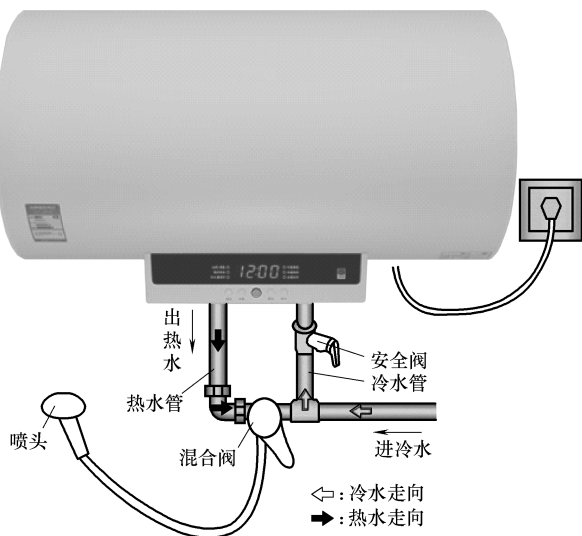
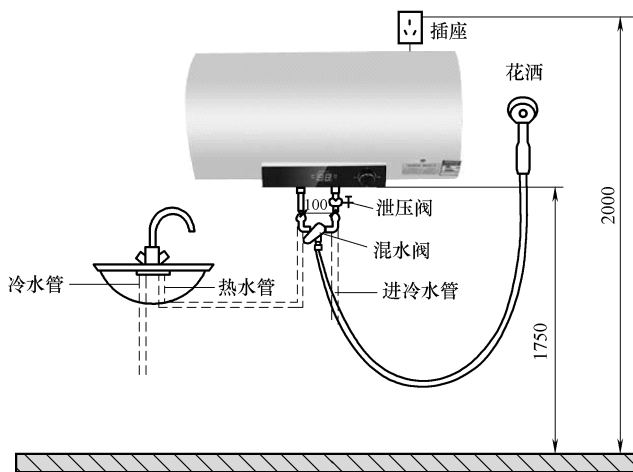

图 11-1 储水式电热水器单路用水的安装示意图
图 11-2 储水式电热水器多路用水的安装示意图
(1) 定位钻孔,悬挂电热水器。在墙面上定位,确定钻孔的位置,用电锤打孔,再打入膨胀螺栓,将挂板安装好,然后将热水器悬挂在墙面上。
(2) 水路安装。水路安装时,将混合阀安装到有阀门的自来水管上,混合阀与热水器之间用进水管、螺母、密封圈连接。在管道接口处都要使用生料带,防止漏水,同时安全阀不要旋得太紧,以防损坏。储水式电热水器管路的连接方法如图 11-1 和图 11-2 所示。
(3) 水路安装完毕后,放水充满整个容器。
(4) 电路安装。在离电热水器适当远、高出地面 1.5m 以上的地方装电源插座或低压断路器。打开热水器外壳,接好电源线。注意根据功率大小选择合适的电源线,并接好地线。
(5) 在将热水器安装完毕之后,就需要进行检测使用了,这时需要检测电热水器的水电,同时确保没有漏水漏电现象的发生,经过检测之后没有出现故障就能正常使用了。